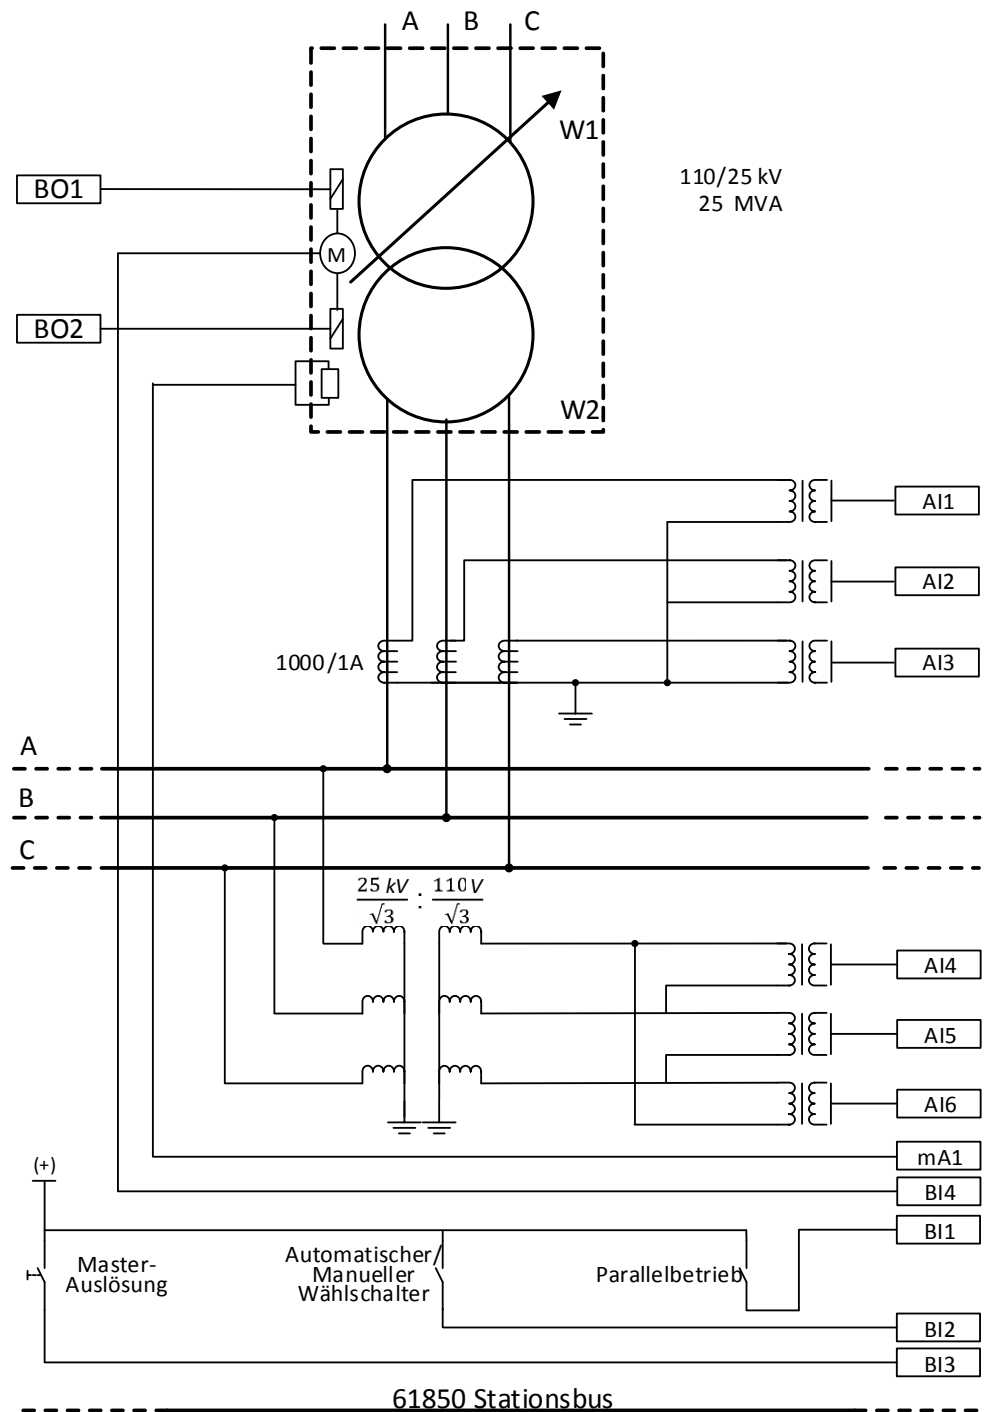

Abb. 32: Relais 2-Schnittstellen und CT/VT-Anschlüsse für TR2 in Beispielfall 2
Die Abbildung 32 zeigt die Anschlussdetails der Analogeingänge (AI) des Relais (Relais 2), Binäreingänge (BI), Milliampereeingänge (mA) und Binärausgänge (BO) für Transformator TR2 im Beispielfall. Die CT-Anschlüsse für die Leiterspannungsmessungen in allen Leitern und der VT-Anschluss für die Spannungsmessung an der MS-Seite werden ebenfalls dargestellt. In diesem Beispiel ist der Stufenschalterstellungswert als mA-Eingang für den Transformator TR2 und als Eingang zu TPOSYLTC eingegeben.